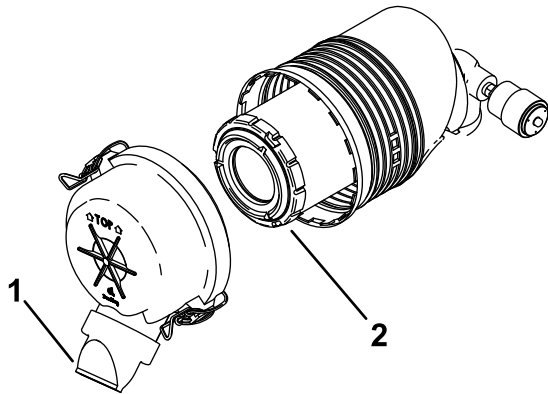

図 41
- D. ダストキャップを図 41 のように下に向けてエアクリーナカバーを正しく取り付け、ラッチを掛ける。